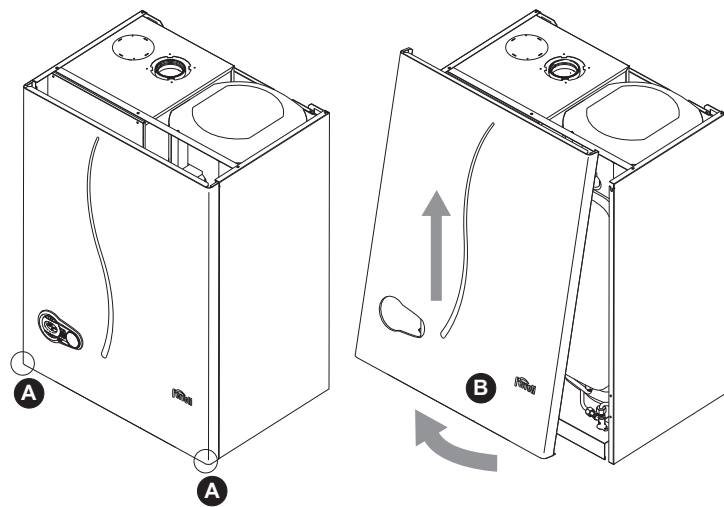

fig. 21 - Ouverture du panneau avant
1. Dévisser les vis **A** (voir fig. 21)